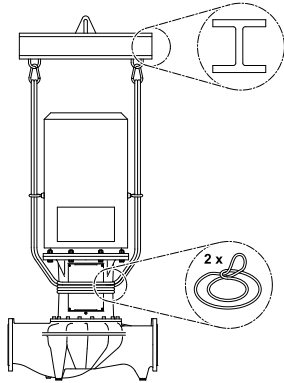

Fig. 32: Aanbrengen van de transportkabels (Uitvoering IL)
- Voor het optillen met de kraan moet de pomp zoals in (Fig. 32/33) weergegeven met geschikte riemen worden omwikkeld. De pomp in lussen plaatsen die door het eigen gewicht van de pomp vanzelf worden dichtgetrokken.